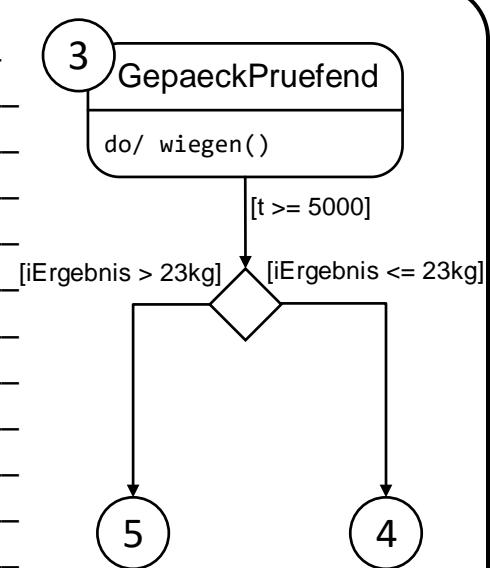

Abb. 18.1: Zustände 3, 4 und 5
Nach einem Umbau der Gepäckkontrollanlage wird diese nun zum Wiegen der Gepäckstücke eingesetzt. Der Röntgenscanner wurde durch eine Waage ersetzt. Im Zustand *GepaeckPruefend* wird deshalb nun das Gewicht des jeweiligen Gepäcks ermittelt. Hierfür wird, anders als zuvor, zyklisch die Funktion *wiegen()* aufgerufen, welche das Gewicht in kg in der bereits deklarierten Variable *iErgebnis* speichert. Für ein präzises Messergebnis muss das Gepäckstück mindestens 5 Sekunden auf der Waage verbleiben. Nach Ablauf dieser Zeit wird gemäß **Abb. 18.1** bei akzeptablem Gewicht entweder der Zustand 4 (*TorOeffnend*) oder bei Schwerlast der Zustand 5 (*PersonalAnfordernd*) erreicht. Ein Gewicht von kleiner gleich 23 kg wird als akzeptabel betrachtet. Bei Gepäck über 23kg handelt es sich um Schwerlast (vgl. **Abb. 18.1**).
b) Implementieren Sie den Zustand *GepaeckPruefend* der Anlage gemäß obiger Beschreibung und **Abb. 18.1** in der Programmiersprache C. Verwenden Sie zudem die angegebenen Variablennamen aus Tabelle 18.1.